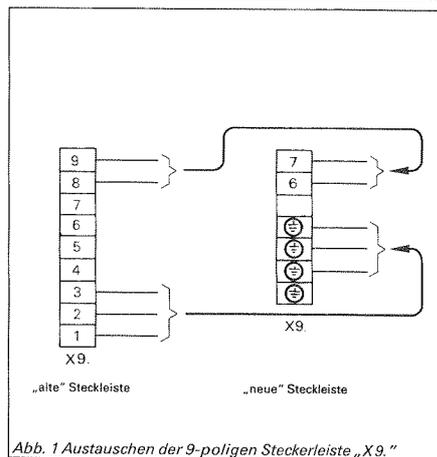

Abb. 1 Austauschen der 9-poligen Steckleiste „X9.“
- Die einzelnen Adern von der 9-poligen Steckleiste trennen und entsprechend der Tabelle und Abb. 1 (auf Seite 2) an der 6-poligen Steckleiste anschließen.